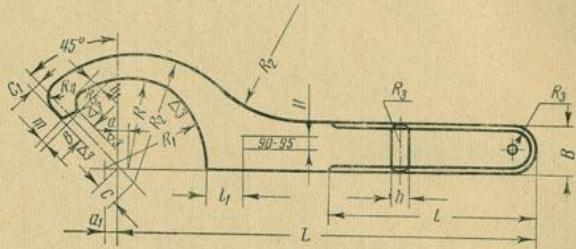

Рис. 19. Ключ для круглых гаек
18. Разметить на листовом материале шаблон ключа для круглых гаек диаметром от 90 до 95 мм. Чертеж ключа см. на рис. 19, размеры — в приведенной табл. 2.